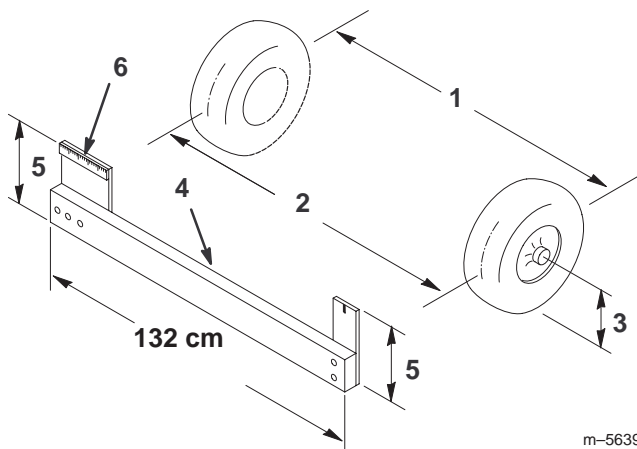

Bild 36
2. Messen Sie den Abstand zwischen beiden Vorderreifen auf Achshöhe (an der Vorder- und Rückseite der Vorderreifen) (Bild 36). Eine Messlehre wird für das hintere Maß der Vorderreifen auf Achshöhe erforderlich. Benutzen Sie die gleiche Messlehre für das genaue Vermessen der Vorderseite der Vorderreifen auf Achshöhe (Bild 36).